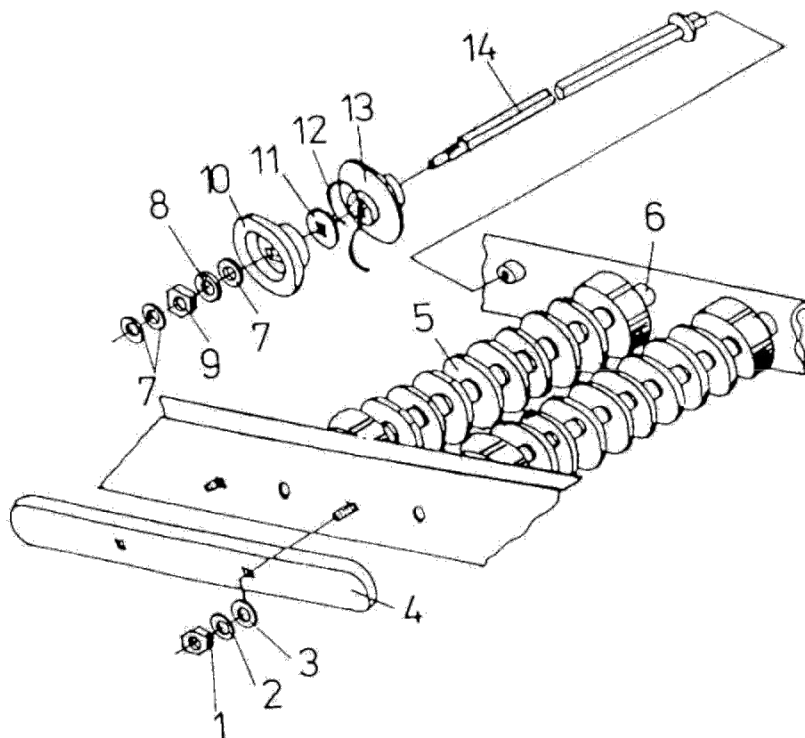
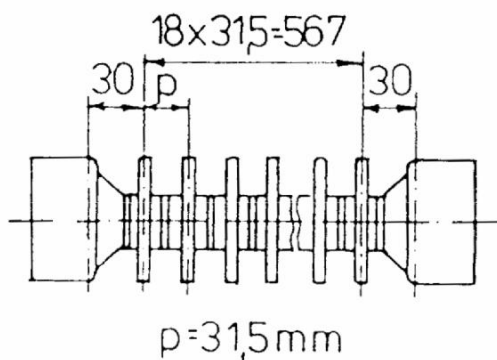
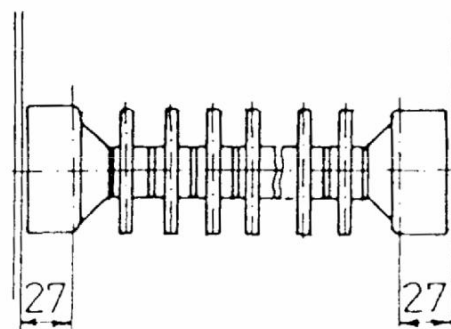

Abb. 30. Wechsel der Sortierscheiben.
Abb.31 Einstellen der Sortierscheiben.
Abb. 32. Einstellen der Sortierwellen.
- löse die Muttern (1 Abb. 30), entnehme die Unterlegscheiben (2 und 3) sowie den Kragen (4),
- schiebe heraus die kompletten Sortierwellen mit beschädigten Sortierscheiben (10 oder 13) aus den Antriebsbüchsen (6) und nimm sie heraus,
- entnehme die Unterlegscheiben (7),
- biege die Biegeunterlegscheibe (8) ab,
- löse die Mutter (9) und entnehme die Unterlegscheibe (8) und (7),
- setze die Unterlegscheibe (7), die Biegeunterlegscheibe (8) auf, ziehe die Mutter (9) zu und biege die Biegeunterlegscheibe zu. Beim Befestigen der Sortierscheiben auf der Welle (14) beachte die Teilung von 31.5 mm zwischen den Sortierscheiben (Abb. 31).
- Setze die Unterlegscheiben (7) ein,
- Setze, die zuvor entnommenen, Sortierwellen (5) ein und schiebe sie in die Antriebsbüchsen (6) ein,
- Setze die Kragenfassung (4) und die Unterlegscheiben (3 und 2) ein und ziehe die Muttern (1) zu.
Nach dem Einlegen der Sortierwellen (5) der Abstand zwischen den äußeren Sortierscheiben und den Seitenwänden des Tischrahmens muss 27 mm betragen (Abb. 32).